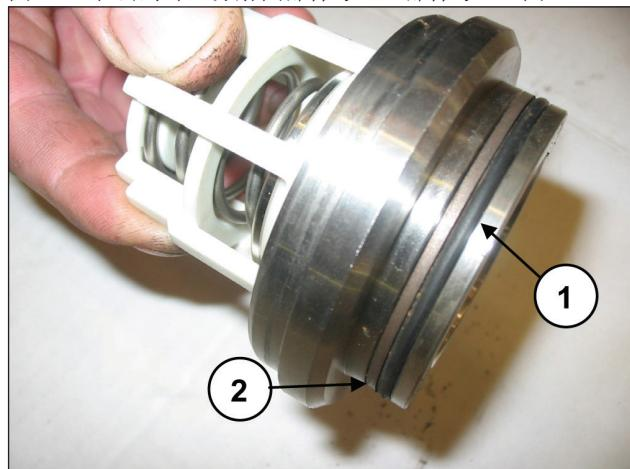

图106
在排出阀座上安装O形环，分解图部件号5（部件号①，图106）和密封环，分解图部件号15（部件号②，图106）。